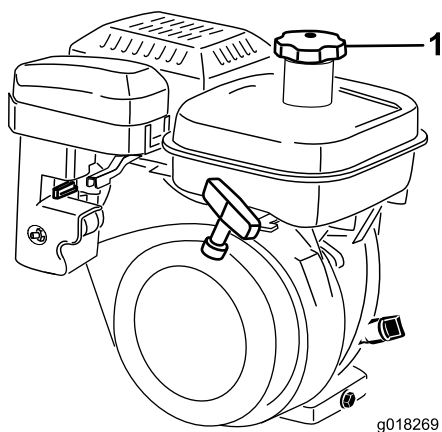

Figura 22
1. Limpe a zona em redor da tampa do depósito de combustível e retire a tampa do depósito (Figura 22). Ao usar gasolina sem chumbo, encha o depósito de combustível apenas até ao fundo do painel do filtro. Não encha demasiado.